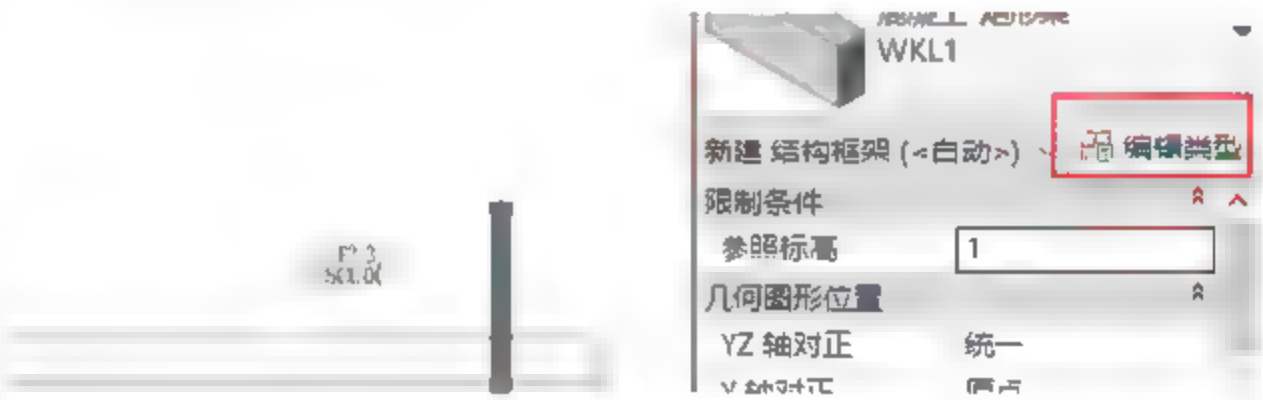
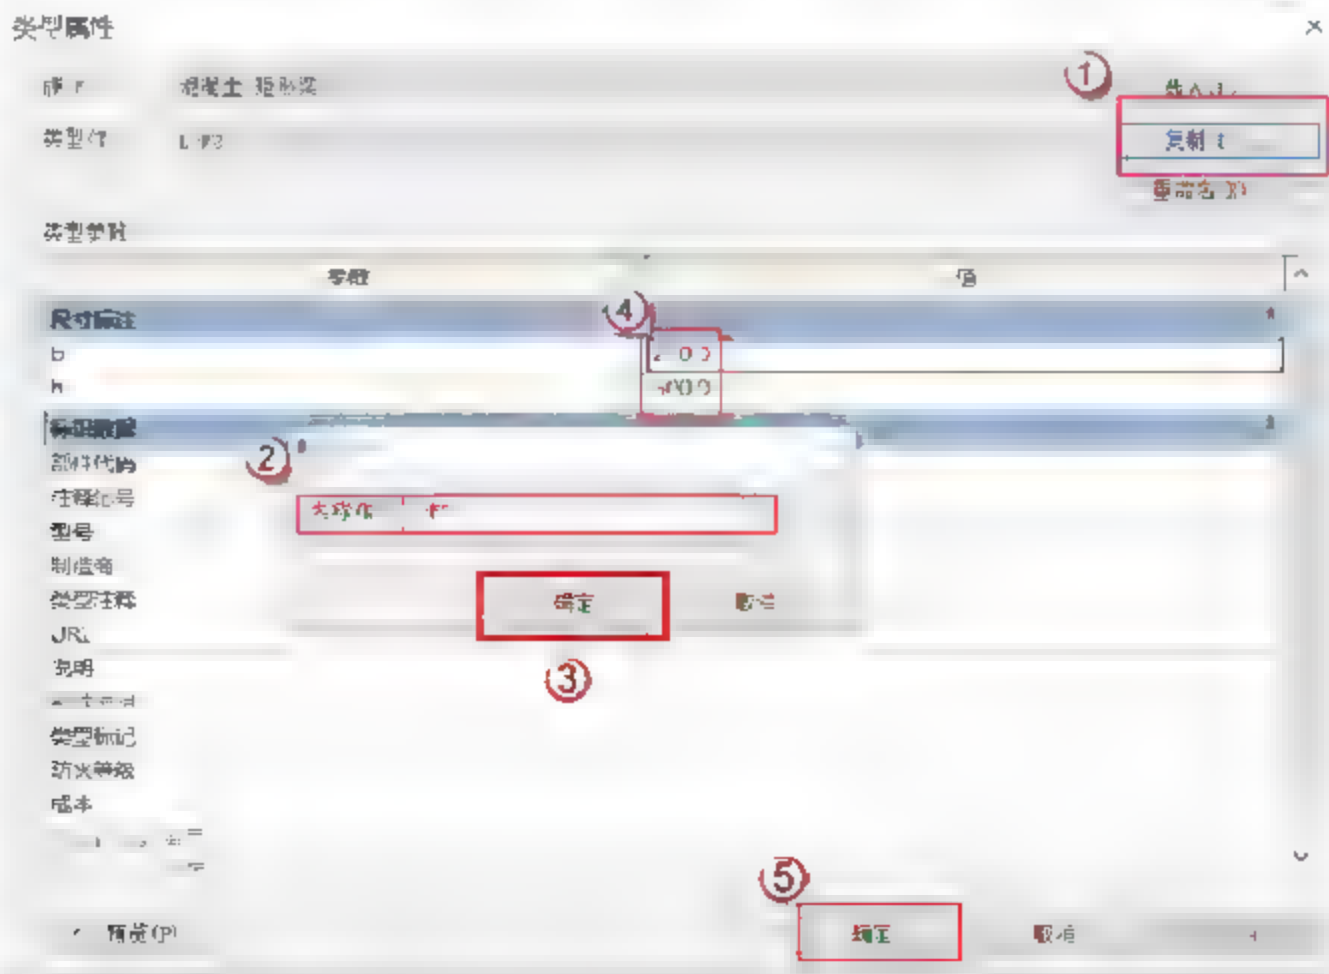

图 5.1.19 确定梁尺寸
图 5.1.20 编辑梁的属性
(2) 新建屋次梁 L-F2。由 DWG 图可得, 屋次梁 L-F2 的长宽为 250×500, 如图 5.1.19 所示。选择“结构”→“梁”→“编辑类型”命令, 在弹出的“类型属性”对话框中, 单击“复制”按钮, 在弹出的对话框中输入“L-F2”, 单击“确定”按钮。在“尺寸标注”栏中输入 L-F2 的长宽 (b、h), 并单击“确定”按钮。如图 5.1.20 所示。